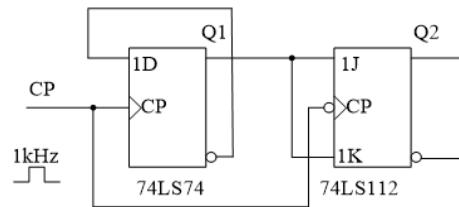

图 8: 集成触发器实验电路
3. 集成触发器应用: 按图 8 接线, 电路的时钟 CP 输入 1kHz 脉冲波, 用示波器观测和记录 CP, Q1, Q2 的波形。